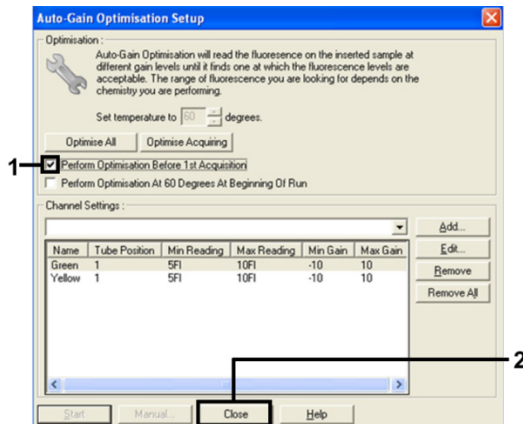

Figura 12. Selezione dei canali Green e Yellow.
14. Selezionare la casella Perform Optimisation before 1st Acquisition (Esegui ottimizzazione prima della 1a acquisizione), quindi fare clic su Close (Chiudi) per tornare alla procedura guidata (Figura 12).